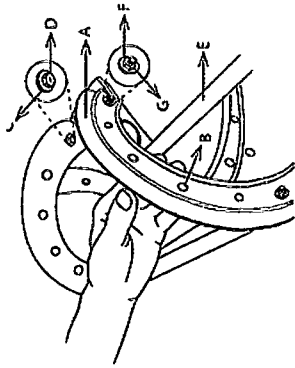

Рис. 23
3. Вставте всі гвинти у відповідні отвори і затягніть їх. Встановіть іншу гумову пластину таким же способом (рис. 23 - 25).